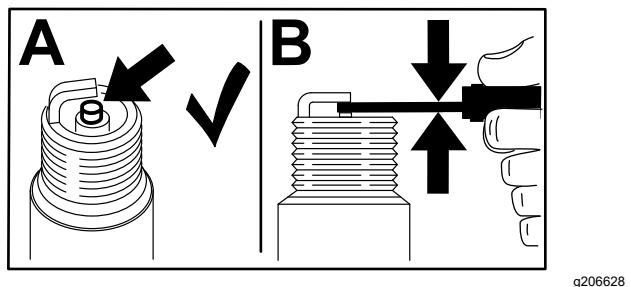

Figure 50
- Localisez et retirez la ou les bougies comme montré à la Figure 50.